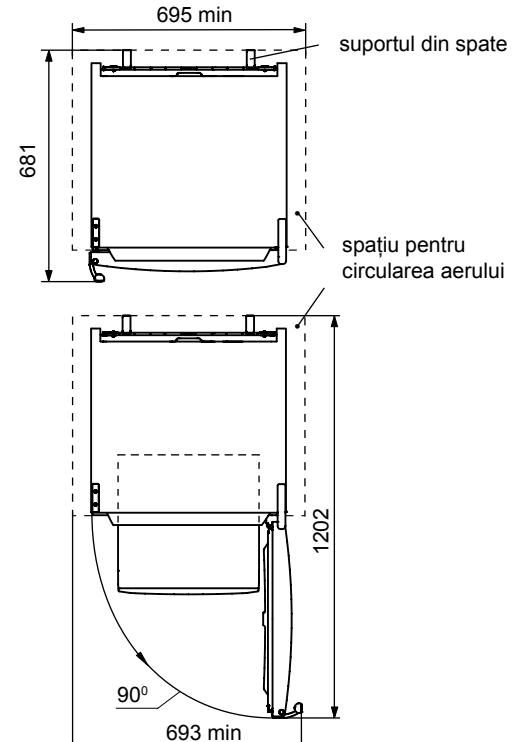

Figura 2 – Frigiderul (privire de sus)
1.7 Spațiul total necesar pentru funcționarea Frigiderului este determinată de dimensiunile indicate în figura 2, în mm. Pentru a scoate părțile netede ale Frigiderului ușa să se deschidă la cel puțin 90°.